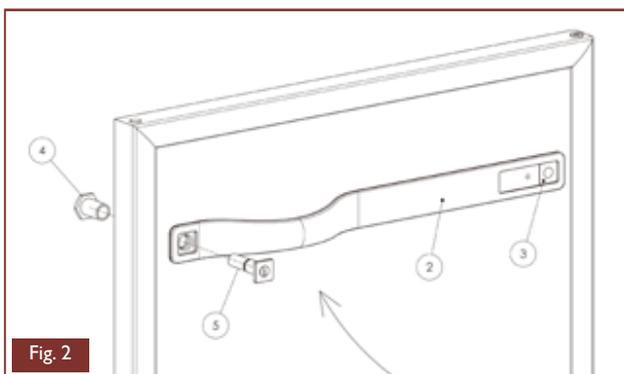

Fig. 2
- Faites pivoter la poignée (2) de façon à la mettre horizontale, dans sa position définitive voir Fig.2
- Vissez manuellement la serrure (5) à l'aide de l'écrou plastique (4), voir Fig.2